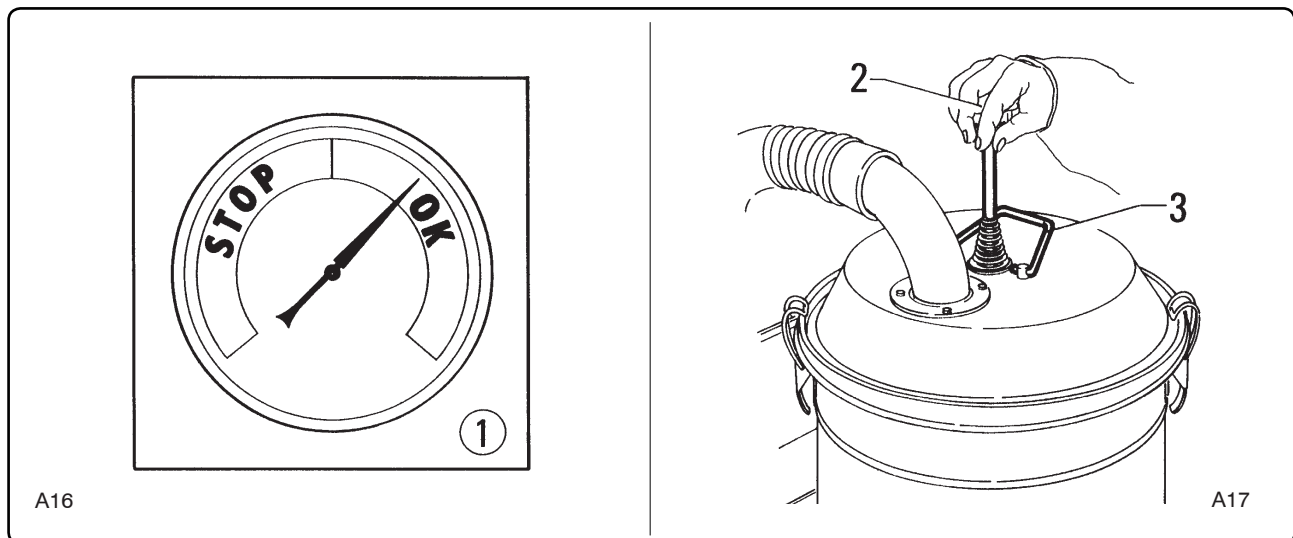

Fig. 6.2.1
6.2 - Pulizia del filtro primario (fig. 6.2.1)
6.2 - Cleaning the primary filter (fig. 6.2.1)
6.2 - Limpieza del filtro primario (fig. 6.2.1)
6.2 - Het reinigen van het hoofdfilter (afb. 6.2.1)